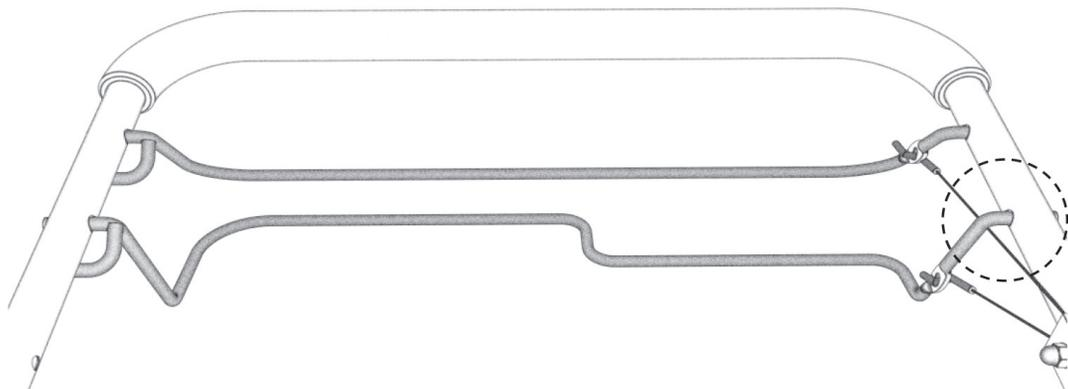

Рис. 7
- Убедитесь, что трос привода щетки, проходит под рычагом привода колёс (рис. 7).